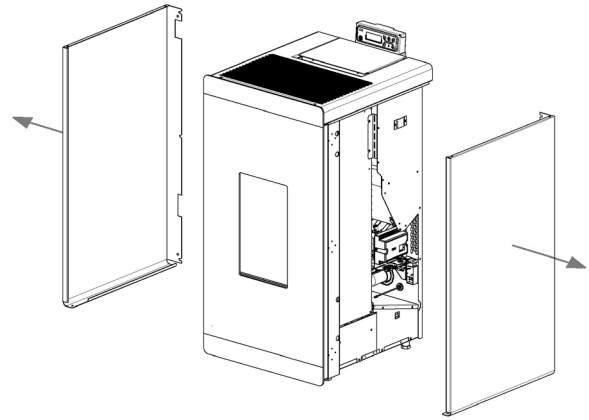

Fig. 70 - Entfernen der Seiten
- Die 4 hinteren Schrauben herauschrauben (siehe **Fig. 70**).
- Die 6 hinteren Schrauben heraus-schrauben (siehe **Fig. 70**).